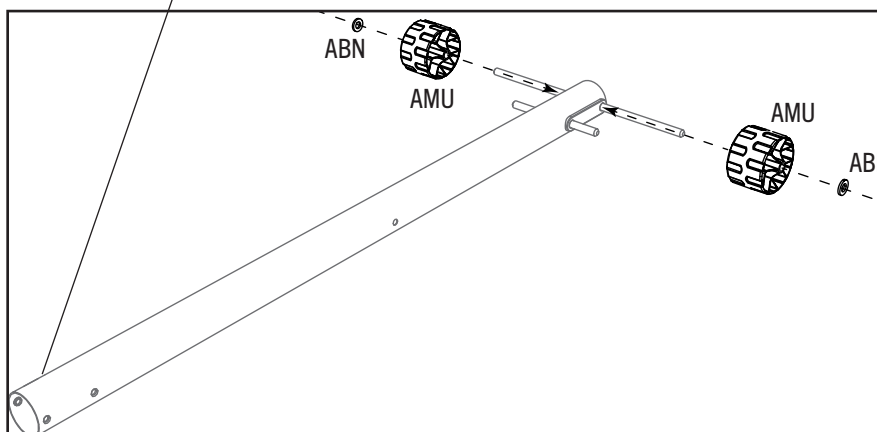

Fig. 2
- Insert the two protrusions on the **pole spacers (HIA)** into the two holes on each side of the **pole (HHP)** (Fig. 1). Slide the **long (HHJ)** and **short (HHK)** axles through the holes at the end of the pole (Fig. 1). **Note the orientation of the pole spacers (HIA)**. Slide the **wheels (AMU)** and **washers (ABN)** over the long axle (Fig. 2).
- Insérer les deux protuberances sur les **pièces d'écartement de poteau (HIA)** dans les deux trous sur chaque côté du **poteau (HHP)** comme indiqué (Fig. 1). Faire glisser les **grand (HHJ)** et **petit (HHK) essieux** à travers les trous à l'extrémité du poteau (Fig. 1). **Noter la orientation des entretoises du poteau (HIA)**. Mettre les **roues (AMU)** et les **rondelles (ABN)** sur le grand essieu (Fig. 2).
- Insertar las dos protuberancias en los **espaciadores de poste (HIA)** en los dos agujeros en cada lado del **poste (HHP)** (Fig. 1). Deslizar los **ejes largo (HHJ)** y **corto (HHK)** por los agujeros al extremo del **poste (HHP)** (Fig. 1). **Notar la orientación de los espaciadores de poste (HIA)**. Deslizar las **ruedas (AMU)** y las **rondanas (ABN)** en el eje largo (Fig. 2).